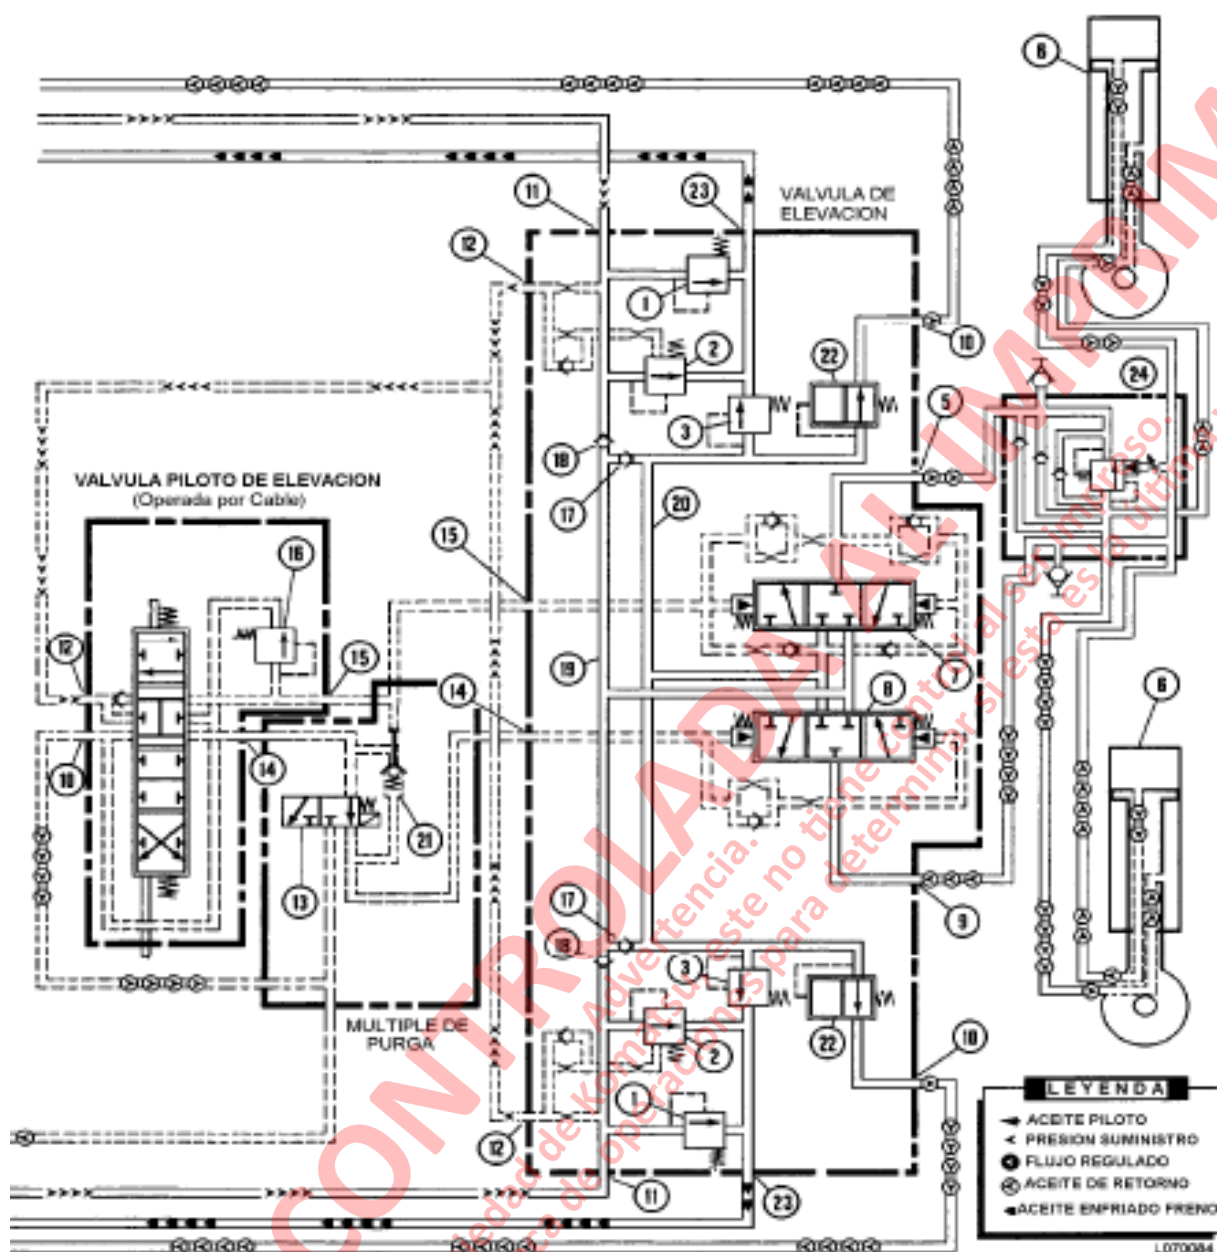
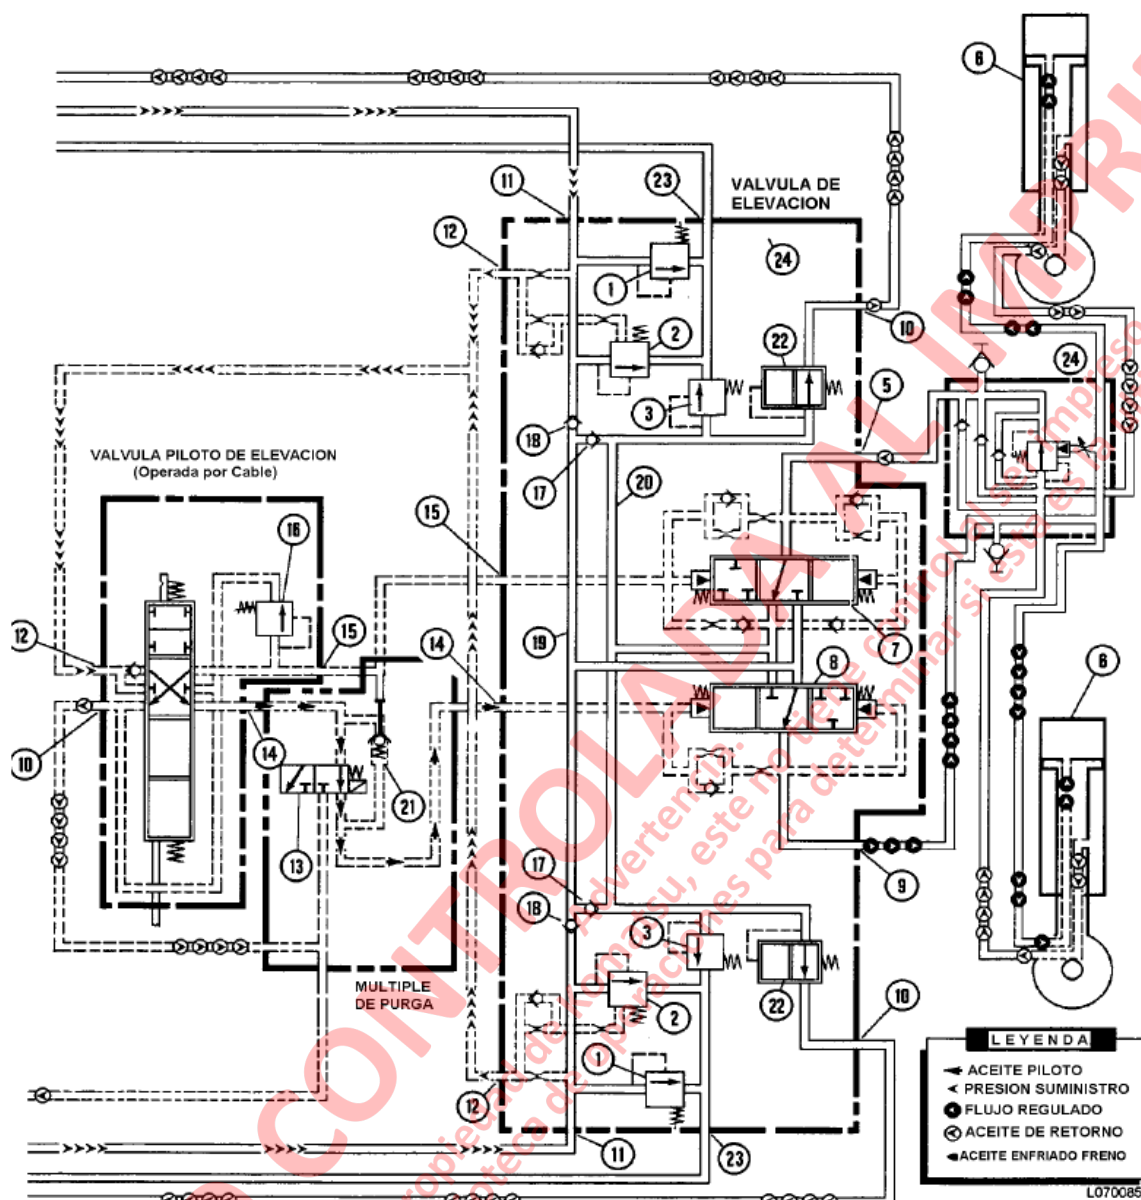

FIGURA 7-5. POSICIÓN FLOAT
FIGURA 7-7. POSICIÓN HOLD (Sostener)
La Figura 7-5 muestra la posición de la válvula piloto de izaje cuando la tolva del camión está descansando sobre el chasis. Sin embargo, las válvulas internas de la válvula de izaje y los carretes estarán en la posición que aparece en la Figura 7-7.
El aceite proveniente de la bomba de izaje entra en las secciones de entrada de la válvula de izaje en el puerto (11), pasa a través de la válvula de retención (18) y se detiene en el paso de alta presión cerrado (19) en los dos carretes principales (7) y (8) como se muestra en la Figura 7-5..
Operación HOLD (Sostener) (Figura 7-7)